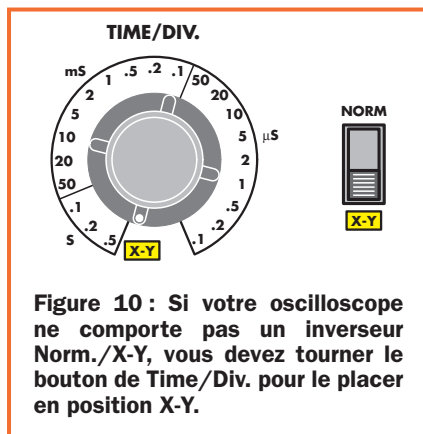

Figure 10 : Si votre oscilloscope ne comporte pas un inverseur Norm./X-Y, vous devez tourner le bouton de Time/Div. pour le placer en position X-Y.
- Si votre oscilloscope est pourvu d'un poussoir ou d'un inverseur X-Y (figure 10), pressez-le. Dans le cas contraire, tournez le bouton Time/Div jusqu'à la position X-Y.